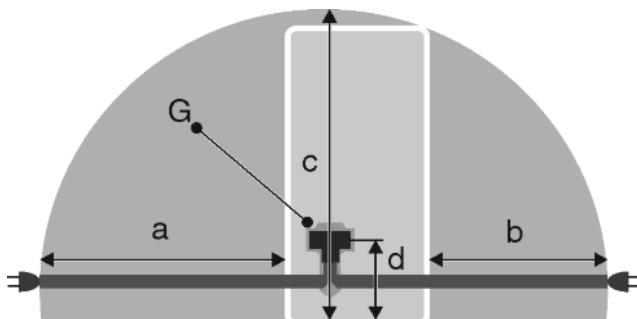

Fig. 28
- Контактът трябва да е извън зоната на задната страна на уреда и в рамките на дефинираната зона Fig. 28 (a, b, c).
- Включете щепсела на уреда Fig. 28 (G) от задната страна на уреда. Обърнете внимание на доброто фиксиране.